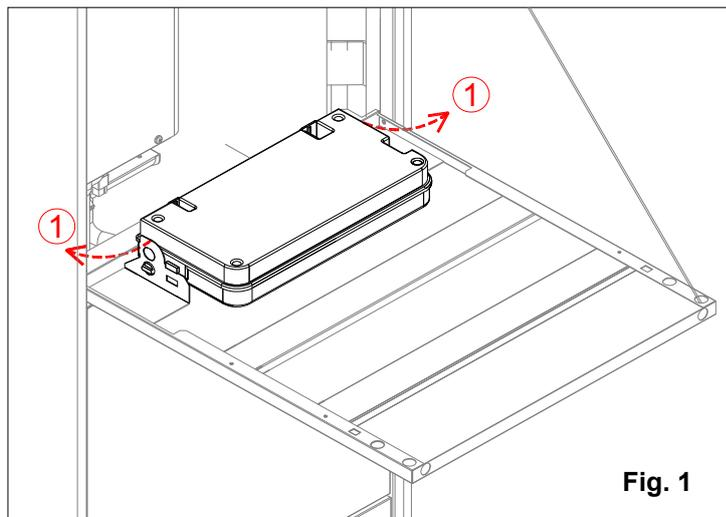

Fig. 1
- c. afferrare contemporaneamente le staffe supporto pannello comandi e, allargandole ① (fig. 1), spostare il pannello comandi dalla posizione ② alla posizione ③ (fig. 2);